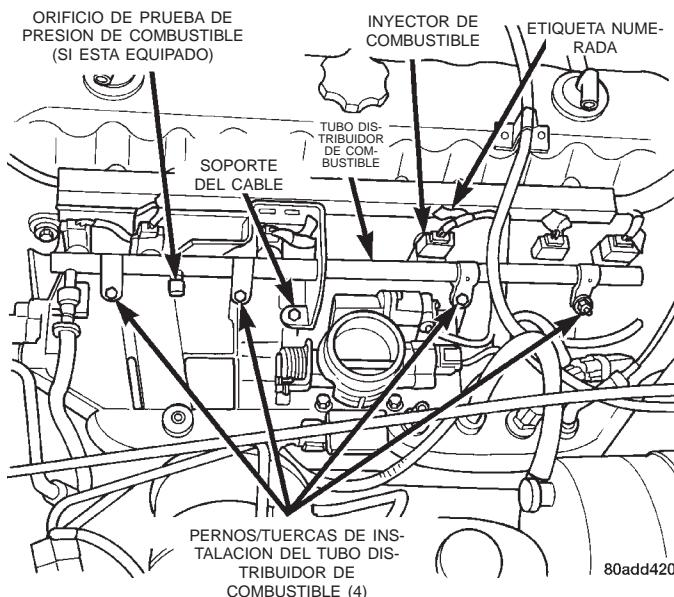

Fig. 30 Montaje del tubo distribuidor de combustible—Motor 4.0L
(1) Retire el tapón de tubo de llenado del depósito de combustible.
(2) Realice el Procedimiento de descarga de presión de combustible según se describe en este grupo.
(3) Desconecte el cable negativo de la batería.
(4) Retire el tubo de aire de la parte superior del cuerpo de mariposa. Nota: En algunos motores/vehículos puede ser necesario desmontar los conductos de aire del cuerpo de mariposa.
(5) Retire los conectores eléctricos del mazo de los inyectores en cada inyector. Cada inyector debe llevar una etiqueta numérica que identifique su cilindro correspondiente (Fig. 30). En caso contrario, identifique cada conector antes del desmontaje.
(6) Desconecte la abrazadera de traba del conducto de combustible y el conducto de combustible en el tubo distribuidor de combustible. Para informarse sobre los procedimientos, consulte Racores de conexión rápida en este grupo.
(7) Desconecte el cable de la mariposa del acelerador del cuerpo de mariposa. Para informarse sobre los procedimientos, consulte Desmontaje e instalación del Cable de la mariposa del acelerador en este grupo.
(8) Desconecte el cable del control de velocidad del cuerpo de mariposa (si está equipado). Para informarse sobre los procedimientos, consulte Cable de control de velocidad en el grupo 8H, Sistema de control de velocidad.
(9) Desconecte el cable de la transmisión automática del cuerpo de mariposa (si está equipado).
(10) Retire la abrazadera de encaminamiento del cable (Fig. 30) en el múltiple de admisión.
(11) Retire la tuerca que fija el mazo de conexión flexible del sensor de posición del cigüeñal al espárrago de instalación del tubo distribuidor de combustible. Retire la abrazadera y el mazo del espárrago de instalación del tubo distribuidor de combustible.
(12) Limpie toda suciedad/impureza de cada inyector de combustible y del múltiple de admisión.
(13) Retire las tuercas/pernos de instalación del tubo distribuidor de combustible (Fig. 30).
(14) Retire el tubo distribuidor de combustible moviéndolo suavemente hasta que todos los inyectores de combustible estén fuera del múltiple de admisión.